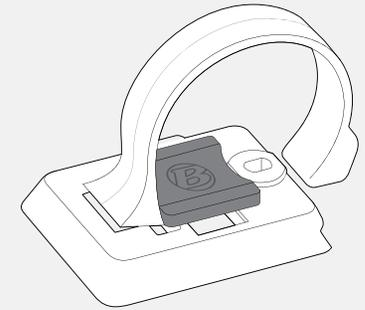

Abbildung 23. Computergrundplatte eingelegetes Pad.
4. Legen Sie das Gummipad mit dem Logo in den hinteren Teil der Grundplatte ein (Abbildung 23).